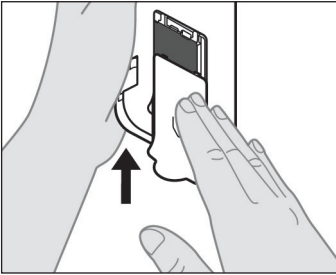

Figure B1
5. Faites glisser le couvercle de la batterie sur la pompe (voir Figure B1).